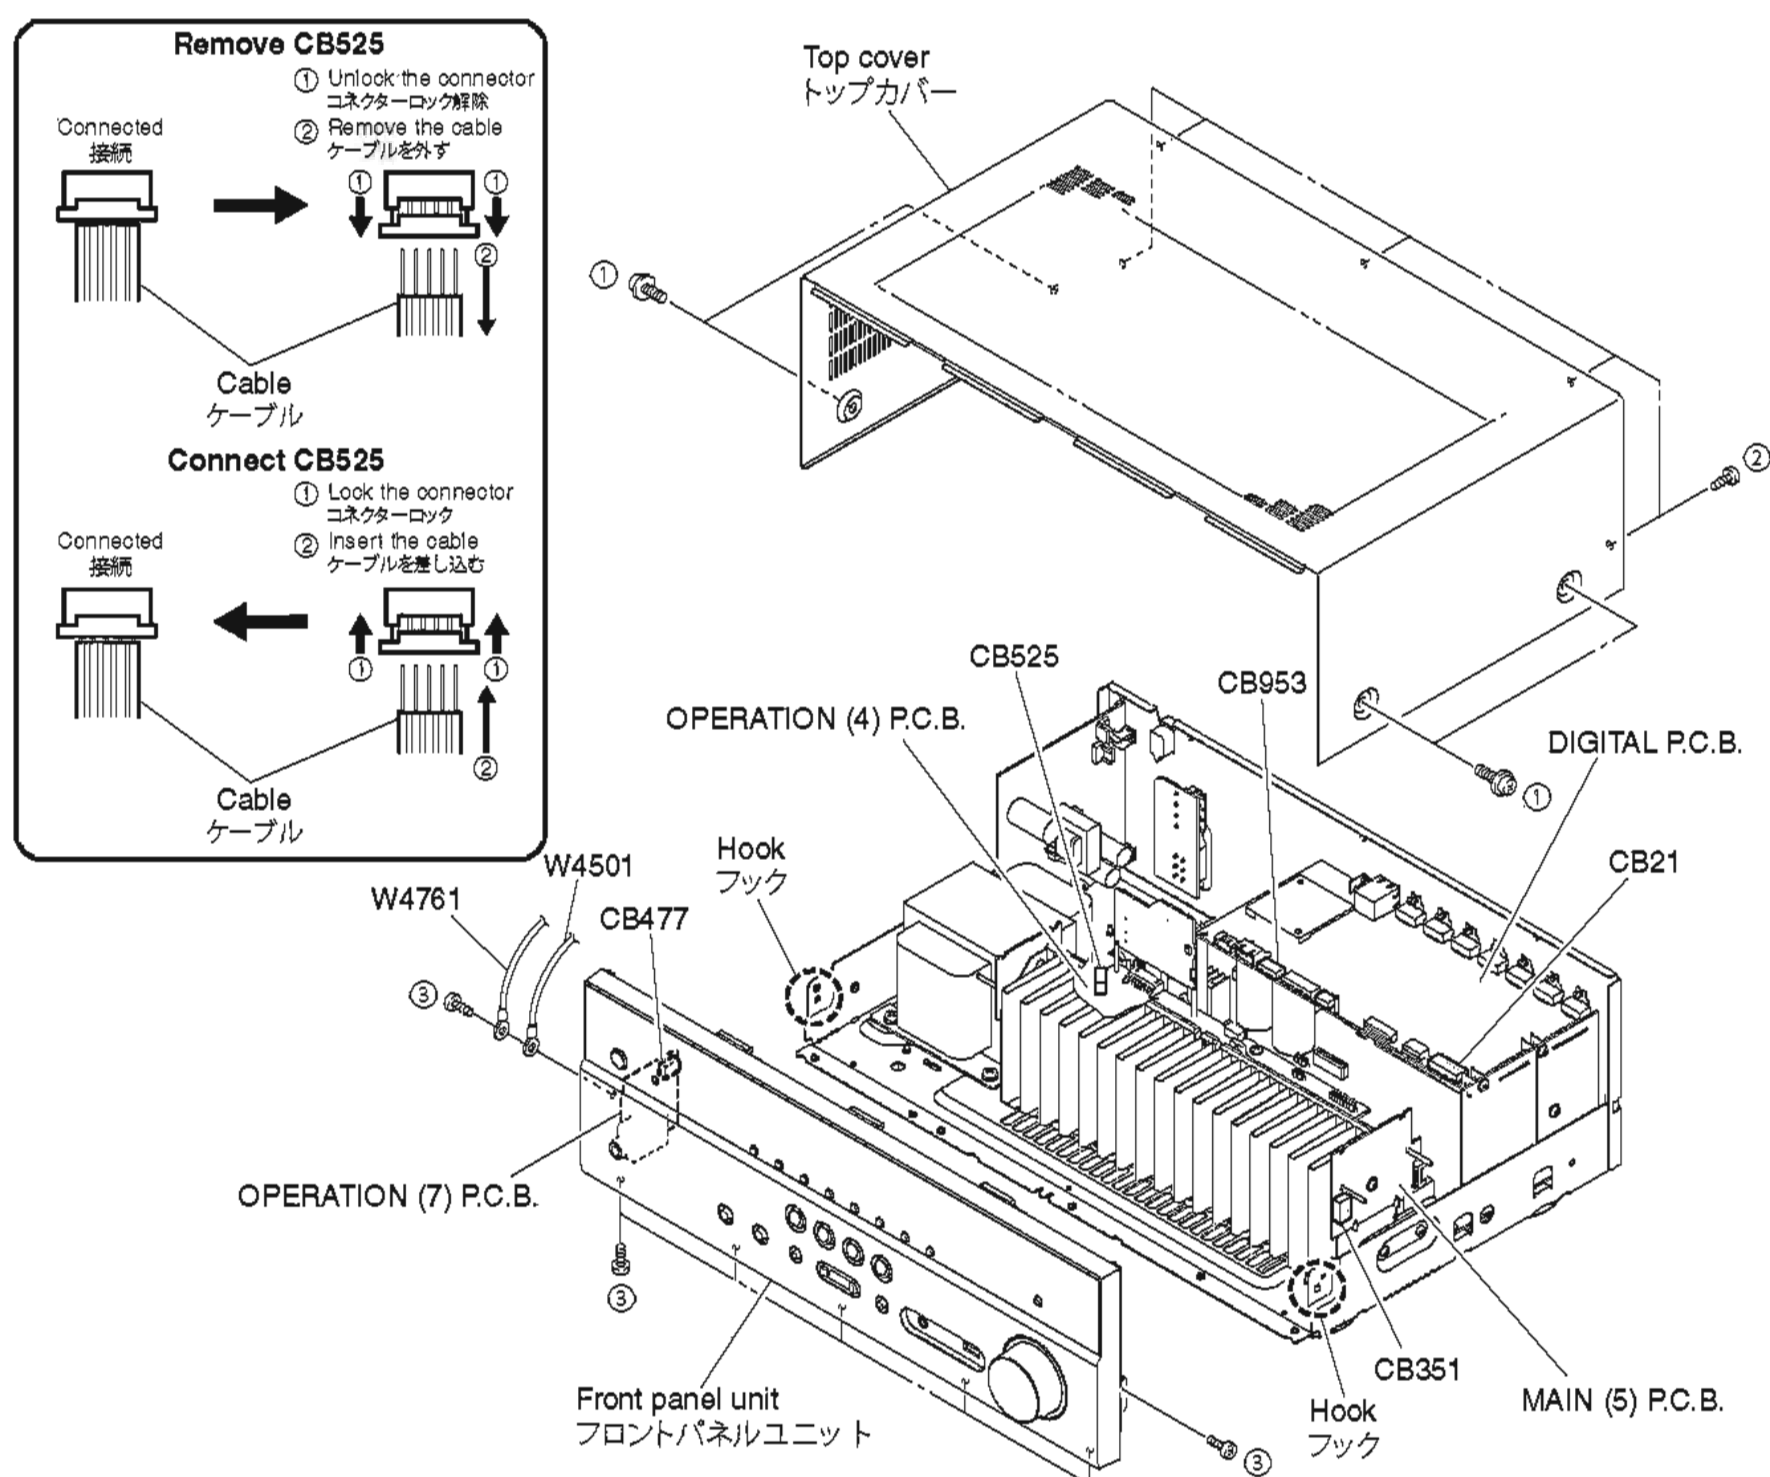

Fig. 1
- Remove 4 screws (①) and 5 screws (②). (Fig. 1)
- Lift the rear of the top cover to remove it. (Fig. 1)
- ① のネジ 4 本、② のネジ 5 本を外します。 (Fig. 1)
- トップカバーの後部を持ち上げ、外します。 (Fig. 1)
- Remove 7 screws (③), and remove W4501 and W4761. (Fig. 1)
- Remove CB21, CB351, CB477 and CB953. (Fig. 1)
- Unlock and remove CB525. (Fig. 1)
- Release 2 hooks on both ends and remove the front panel unit. (Fig. 1)
- ③ のネジ 7 本を外し、W4501、W4761 を外します。 (Fig. 1)
- CB21、CB351、CB477、CB953 を外します。 (Fig. 1)
- ロックを外し、CB525 を外します。 (Fig. 1)
- フック 2 箇所を外し、フロントパネルユニットを外します。 (Fig. 1)